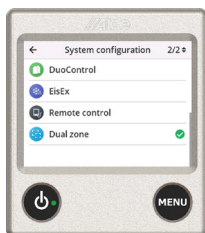

Fig. 5, 2 zon
- Bläddra till sista sidan av "System configuration". (Fig. 5)